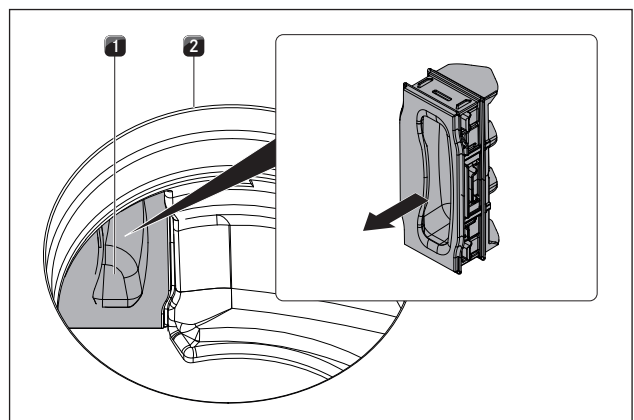

Abb. 8.4 Filterwechselklappe entfernen
- ▶ Ziehen Sie im Inneren der Einströmöffnung die Filterwechselklappe aus der Öffnung des Filtergehäuses (Filterwechselklappe entfernen s. Abb. 8.4).